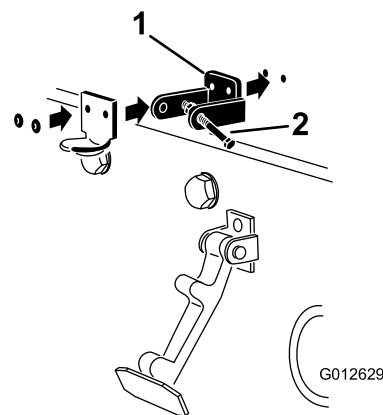

図 7
3. CE 用ロックブラケットとフードラッチブラケットの取り付け穴をそろえて、フードの上に位置決めする。ロック・ブラケットをフードに当てて取り付ける 図 7。
5. ブラケットとワッシャをフードにリベットで固定する 図 7。